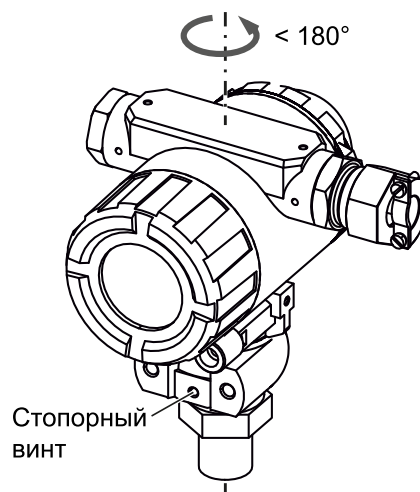

Рисунок 6.3 – Поворот корпуса относительно штуцера
1. Ослабить стопорный винт с помощью ключа для внутреннего шестигранника размером $S = 2$ мм (см. рисунок 6.3).